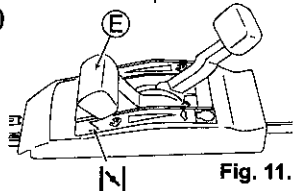

Fig. 11.
3 Placez la Manette des gaz (E) sur la position Obturation "N". (Voir Fig. 11.) (Vous pouvez démarrer le moteur en plaçant la manette sur "N" lorsque le moteur est chaud.)